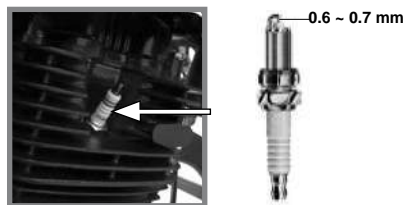

Imagen 5. Bujía.
3. Limpiar cualquier suciedad que exista alrededor de la base de la bujía. *Ver imagen 5.*
6. Verificar la calibración de los electrodos de la bujía la cual debe ser de 0.6 a 0.7 mm. *Ver imagen 5.*